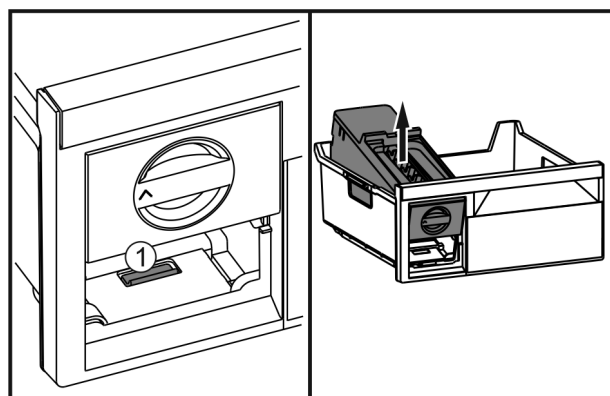

Fig. 40
- ▶ Pritisnite spojnicu Fig. 40 (1), podignite EasyTwist-Ice otraga i izvadite iz ladice za zamrzavanje.